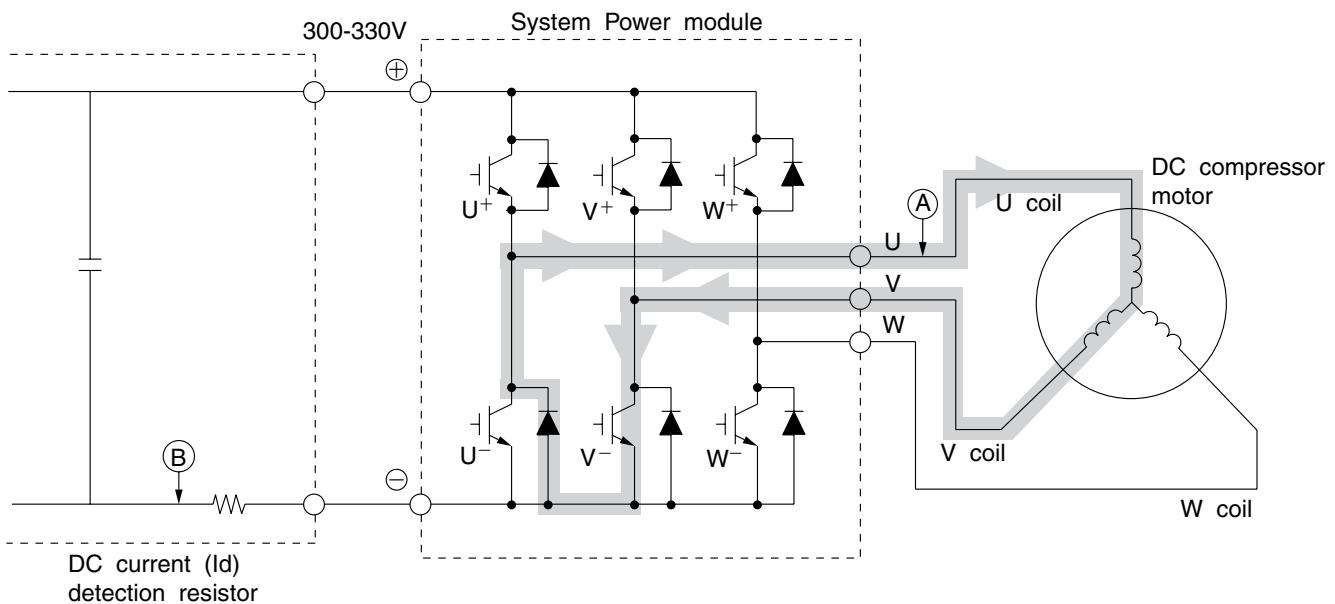

Fig. 3-4 System Power module circuit (U^+ is OFF, V^- is ON)
- (1) Quand le transistor U^+ est OFF : (par induction de la bobine du moteur) Bobine U → Bobine V → transistor V^- → diode de retour → point ⑨ (Fig. 3-4)